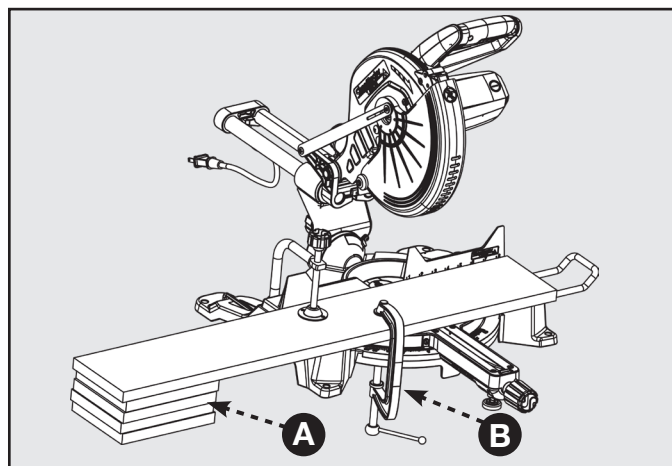

FIGURA 22
En la mayoría de los casos, las extensiones de la mesa incluidas (apoyos de las piezas de trabajo) serán suficientes para apoyar las piezas de trabajo más largas. Si no son lo suficientemente largas, la pieza de trabajo deberá apoyarse desde fuera de la sierra. Se puede utilizar un apoyo adicional (A) para lograr que la pieza de trabajo quede apoyada de forma plana en la mesa de la sierra. Utilice la abrazadera de fijación incluida o una abrazadera C (B) para asegurar la pieza de trabajo a la mesa de la sierra ingletadora. Consulte la Figura 22.